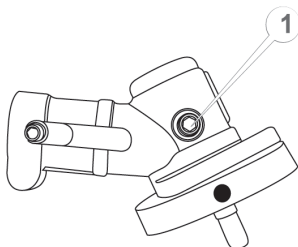

Рисунок 20. Схема змащення кутового редуктора.
1. За допомогою шестигранного ключа 5 мм відкрутити гвинт (1, рис. 20).
5. Надійно закрутити гвинт (1, рис. 20).